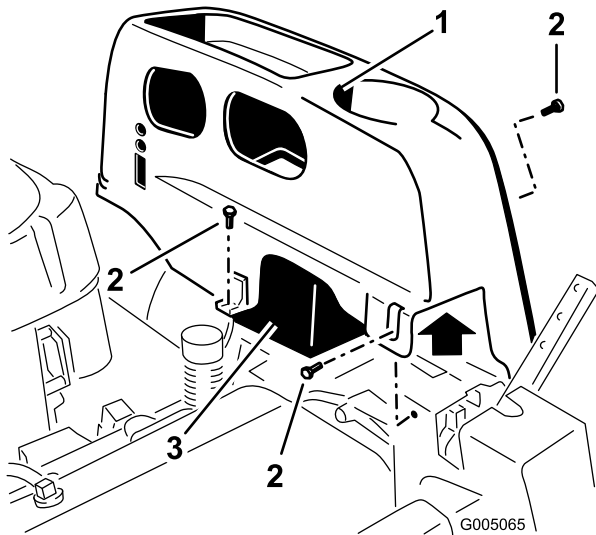

Figure 21
2. Enlevez les vis à tête TORX® (25) qui fixent le couvercle gauche au châssis, comme illustré à la Figure 21.